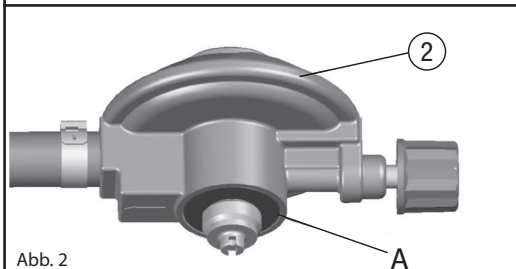

Abb. 2
b) Sicherstellen, dass die Dichtung «A» an der Ausgangsschraubung des Druckreglers (2) in gutem Zustand ist (Abb. 2), bevor der Gasbehälter befestigt wird. Kocher nicht benützen, wenn die Dichtung fehlt oder beschädigt ist: Bringen Sie das Gerät zu Ihrem Händler zurück.